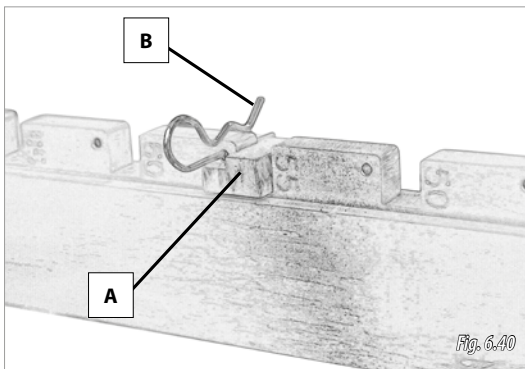

Fig. 6.40
- 2- Sacar los pasadores (B, Fig. 6.40) y los topes de apertura (A, Fig. 6.40).